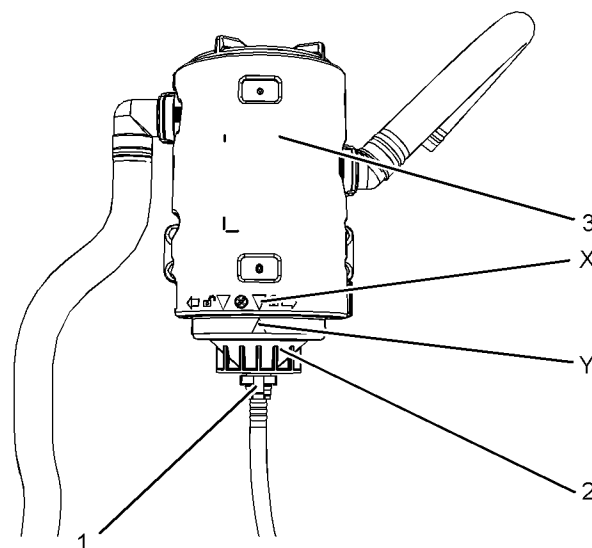

Abbildung 82
6. Die Filtereinheit und den unteren Deckel (2) einbauen. Den unteren Deckel von Hand im Uhrzeigersinn festdrehen, bis er auf dem Entlüftergehäuse einrastet. Sicherstellen, dass die Ausrichtungsmarkierungen (X und Y) korrekt ausgerichtet sind. Siehe Abbildung 82.
7. Den Leitungsanschluss (1) anbringen. Sicherstellen, dass die Halteschellen am Leitungsanschluss richtig eingerastet sind. Behälter entfernen.